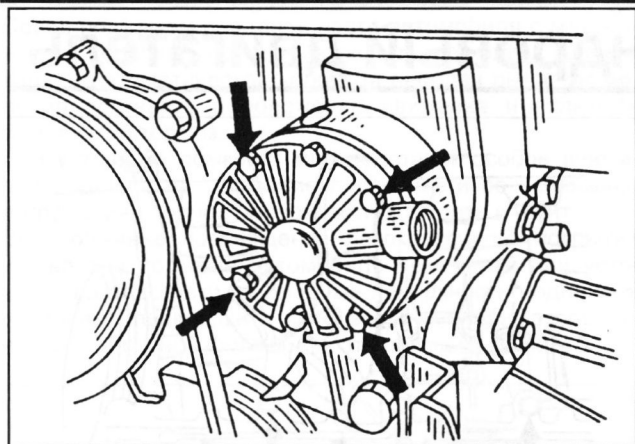

Рис. 12. Стрелками показаны болты крепления насоса гидросистемы регулируемой подвески колес.
- ♦ В автомобилях с регулируемой подвеской колес отвернуть четыре болта крепления насоса гидросистемы подвески вместе с соединительными трубопроводами, снять насос и отвести в сторону (см. рис. 12). Снять детали привода насоса.